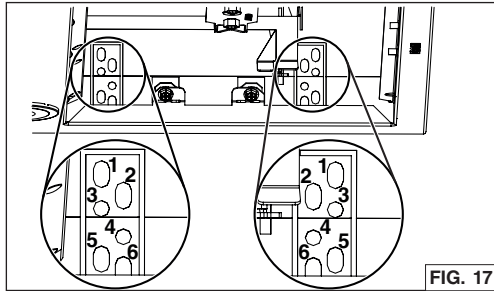

FIG. 17
- Levantar la campana hasta que su borde quede en la base del gabinete. Sujetar la campana al gabinete usando 4 tornillos para madera n.º 8 x 5/8 pulg. incluidos en la bolsa de piezas (2 tornillos a cada lado). Usar los orificios superiores o inferiores (1, 2, 3, 4, 5 o 6) (FIG. 17).